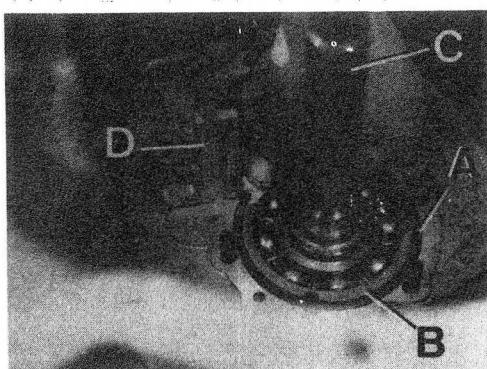
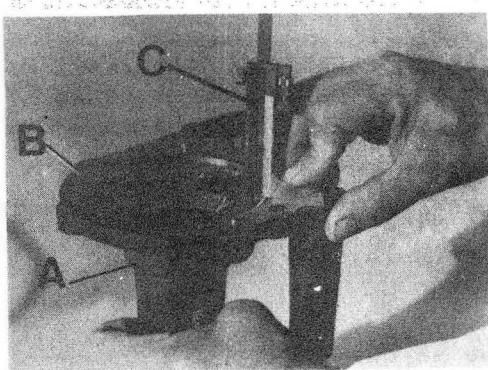
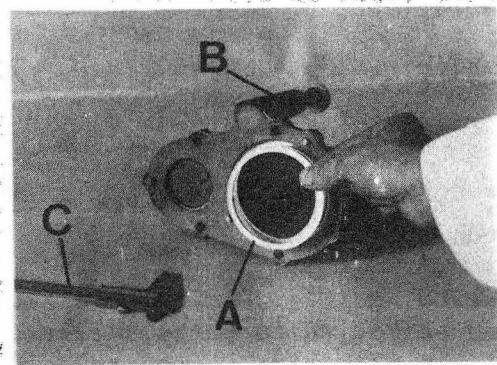

Fig. C1-78 Medición rodamiento del eje primario
Fig. C1-79 Medición alojamiento en tapa delantera
Fig. C1-80 Arandelas de ajuste
- 3.3.1. Asegurándose que el anillo elástico, A (Fig. C1-78) haga tope en la cara de apoyo del cárter de embrague, se medirá la parte saliente de la pista exterior del rodamiento, B, del eje primario, C, con relación a la cara de apoyo del cárter de embrague.
- 3.3.2. Medir la profundidad del alojamiento de la pista exterior del rodamiento en la tapa delantera, A (Fig. C1-79), teniendo en cuenta que dicha tapa deberá tener la junta, B, superpuesta.
3.3.3. La diferencia entre la medida obtenida sobre el rodamiento, B (Fig. C1-78) y la obtenida en el alojamiento de la tapa, A (Fig. C1-79), será el espesor de las arandelas de reglaje, A (Fig. C1-80) necesarias para proceder al montaje de la tapa delantera, B, si bien se puede aumentar el espesor de arandelas 0,10 mm, que es el apriete máximo permitido que puede dársele a rodamiento.